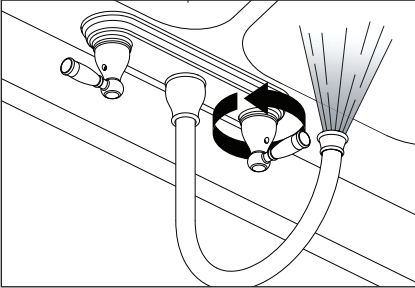

Figure 9 - Laisser couler l'eau chaude jusqu'à ce qu'elle soit fraîche.
- 6 Ouvrir un robinet d'eau chaude et laisser couler jusqu'à ce que l'eau soit fraîche (Figure 9). **AVIS :** Cela peut prendre 10 minutes ou plus.